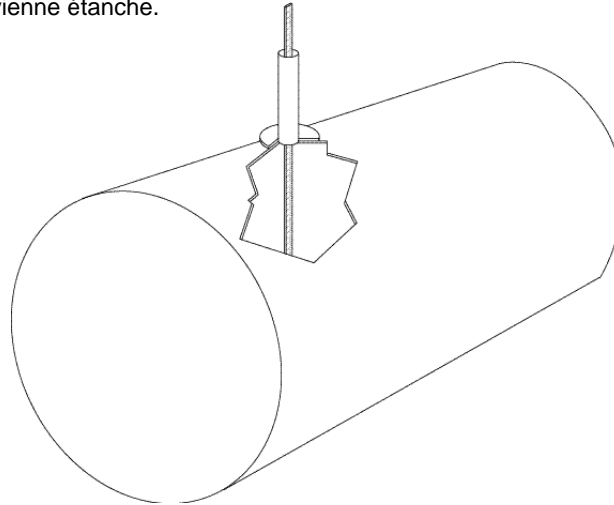

Figure 2.3 Mesure du réservoir
- 2: Mesurer la distance à partir du fond du réservoir jusqu'en haut du tuyau de montée de 4 pouces comme illustré à la figure 2.3.